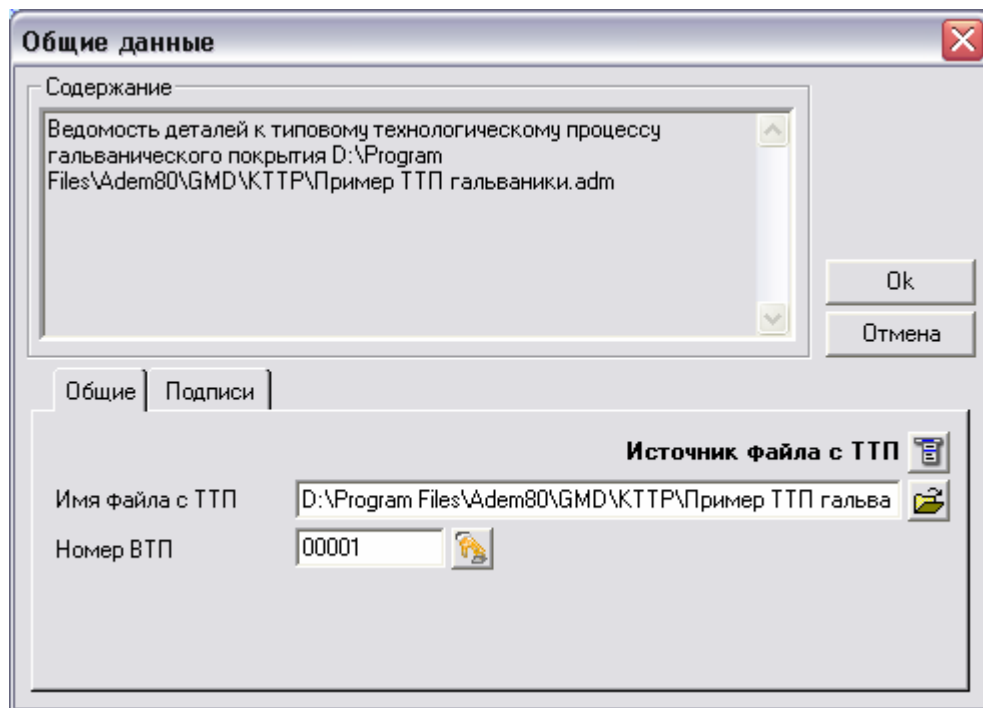

Рис. 16. Диалог объекта «Общие данные».
5. Появится диалог **Общие данные** (см. Рис. 16, Рис. 17). Заполните параметры объекта и нажмите кнопку **ОК.**;
12. Появится диалог **Общие данные** (см. Рис. 16, Рис. 17). Заполните параметры объекта и нажмите кнопку **ОК**;
Объект **Общие данные** (см. Рис. 16, Рис. 17) создается первым, и в дереве ведомости деталей он может быть только один. **Общие данные** - это параметры, которые заносятся в шапку **ВД**.